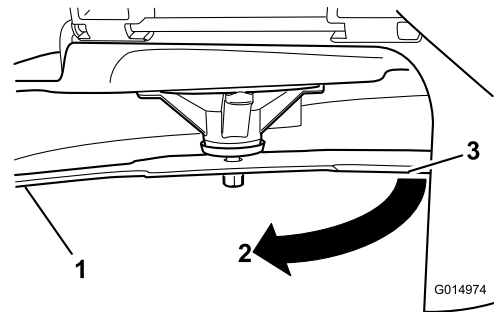

Bild 63
4. Drehen Sie dasselbe Messer um 180 Grad, sodass die andere Schnittkante jetzt in derselben Stellung ist (Bild 63).